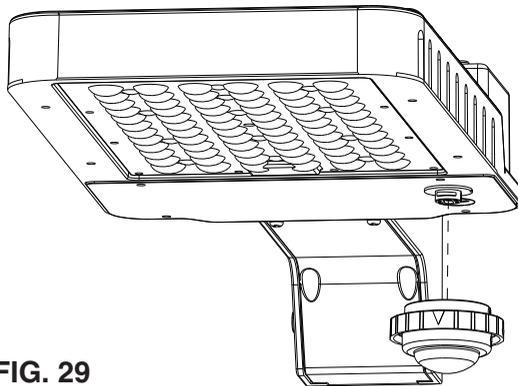

FIG. 29
3. Branchez le noeud de commande c-Max™ dans le réceptacle USB-C (voir la FIG. 29).